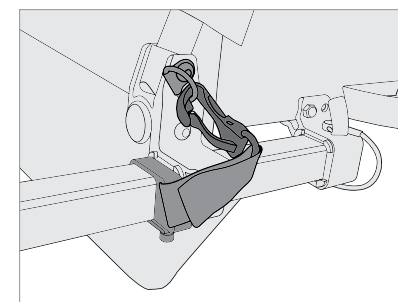

Abbildung 11
4. Den Sicherheitsriemen an den D-Ring auf dem Kinderanhängerrahmen klipsen (Abbildung 11).